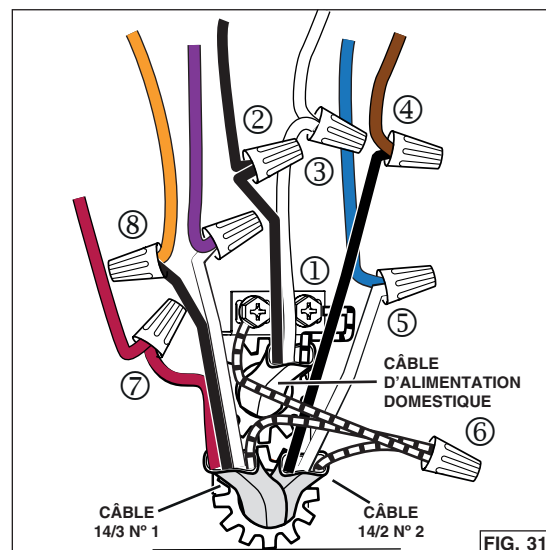

FIG. 31
2. Voir la FIG. 31 pour la connexion des fils.